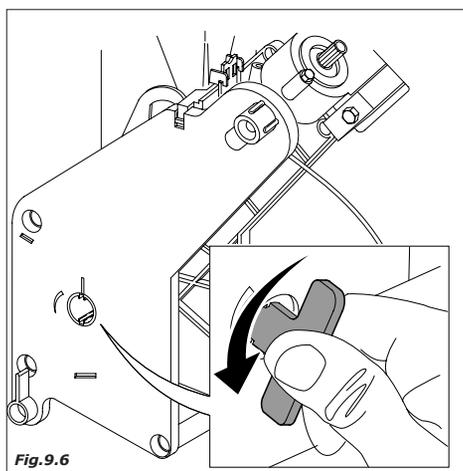

Fig.9.6
- limpar os resíduos de pó de café do grupo, é possível extrair o grupo café para facilitar o trabalho (Fig. 9.6)